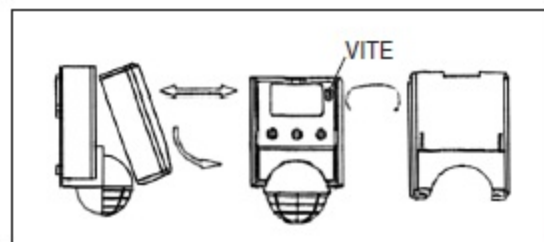

Fig. 1
- 1) Rimuovere il coperchio tirando verso l'esterno la parte inferiore (fig. 1).
- 2) Svitare la vite posta in alto a destra (fig. 1).